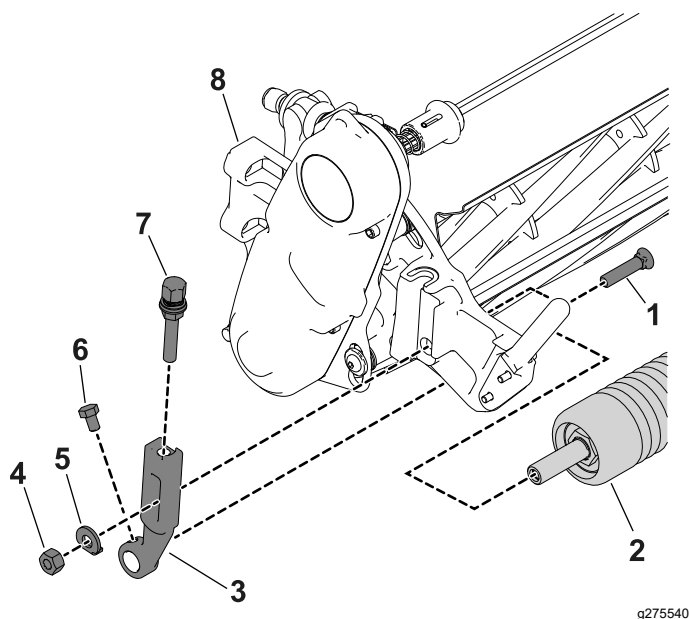

Figura 3
1. Togliete il bullone per aratro, la rondella e il dado della flangia che fissano uno dei bracci dell'altezza di taglio alla piastra dell'apparato di taglio (Figura 3).